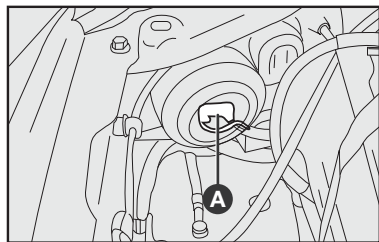

fig. 18
- 1) Soltar o conector **A**—fig. 18 de alimentação da lâmpada.
7) Recolocar o conector de alimentação da lâmpada **A**—fig. 18.